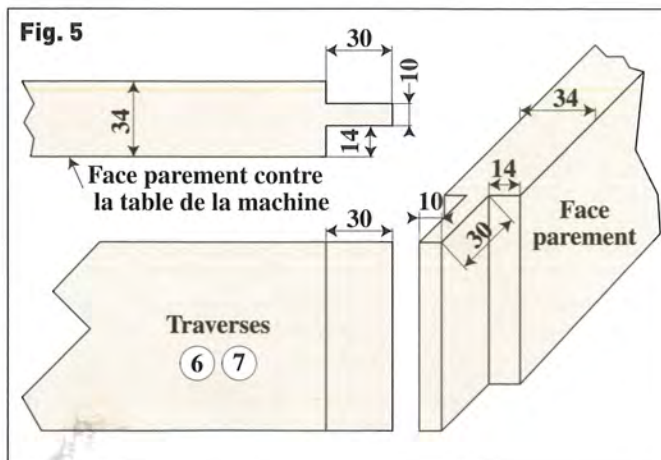

Fig. 5
- Prenez les pilastres (6) et (7). La hauteur d'arasement des tenons est toujours de 14 mm, mais leur longueur est de 30 mm (Fig. 5). La longueur des traverses hors tenons est cette fois de 140 mm pour le pilastre (6) et de 1 600 mm pour le (7).